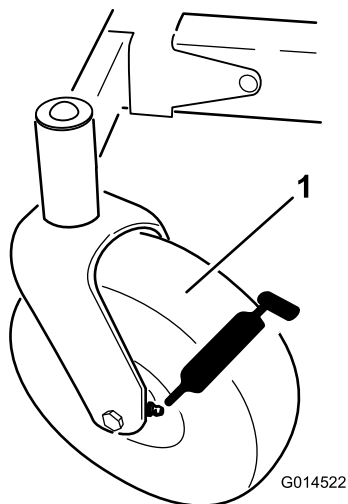
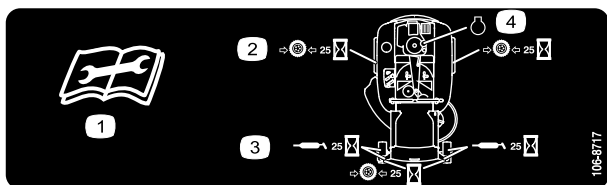

Figura 25
Figura 26
3. Limpie con un trapo los puntos de engrase (Figura 25) y (Figura 26). Asegúrese de rascar cualquier pintura que hubiera sobre los puntos de engrase.
4. Conecte una pistola de engrasar a cada punto de engrase (Figura 25 y Figura 26). Bombee grasa hasta que empiece a rezumar grasa de los cojinetes.